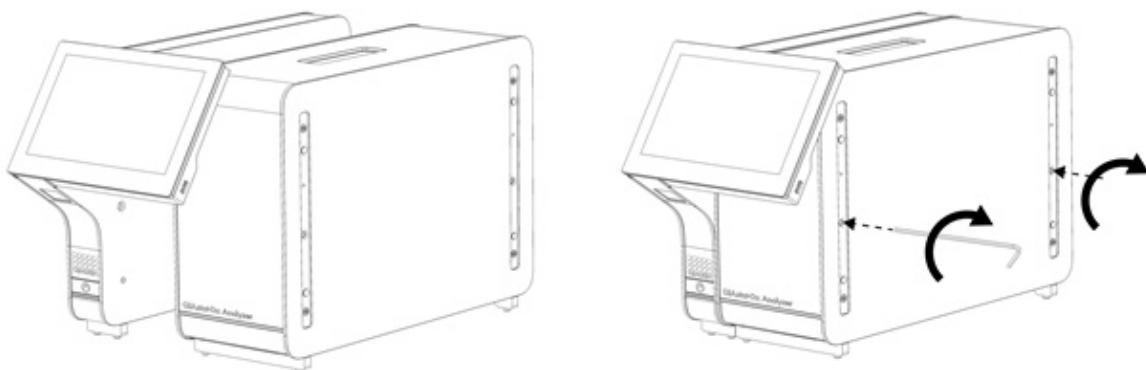

Figura 6. Collegamento del modulo operativo al modulo analitico.
3. Rimuovere il modulo operativo dalla scatola e collegarlo al lato sinistro del modulo analitico. Serrare le viti con lo strumento di assemblaggio del modulo analitico/operativo fornito con il QIAstat-Dx Analyzer 2.0 (Figura 6).